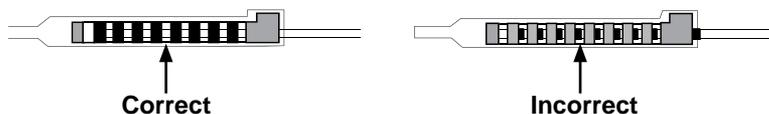

Figure 31. Alignement de la sonde DBS dans le connecteur de l'extension de sonde
4. Vérifier visuellement que les électrodes de la sonde DBS sont alignées avec les contacts de l'extension de sonde (Figure 31).